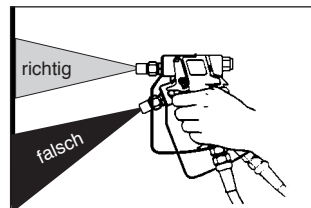

Abb. 7: Spritzwinkel
- Halten Sie die Spritzpistole im rechten Winkel (90°) zu der zu spritzenden Fläche. Sobald Sie die Spritzpistole in einem anderen Winkel halten, wird die Beschichtung ungleichmäßig und fleckig (siehe Abb. 7).